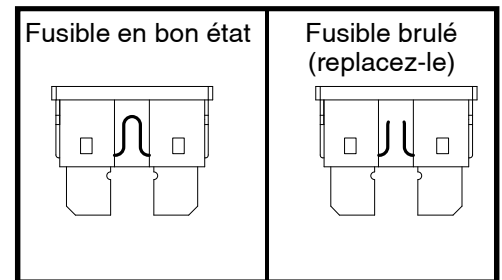

Figure 19. Remplacement de fusible
3. Examinez le fusible dans le porte-fusible. **Voir figure 19.** Si le fusible est soufflé, il faut le remplacer